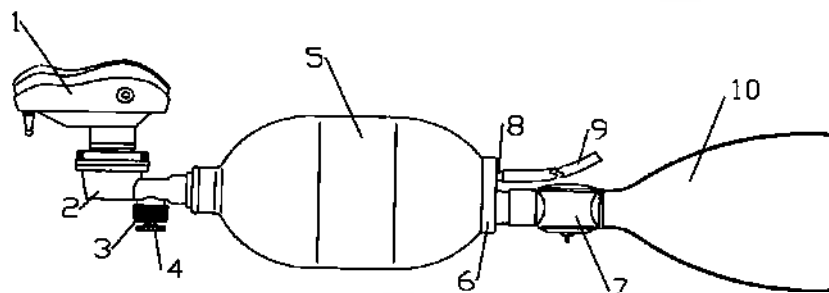

Рис. 1
6.1. Комплекты дыхательные для ручной ИВЛ имеют аналогичную конструкцию, отличаясь объёмами дыхательных и резервных мешков, размерами масок, в зависимости от предполагаемого возраста пациента. Комплект дыхательный для ручной ИВЛ однократного применения соответствует международным и отечественным стандартам и представляет из себя (см. рис. 1) саморасправляющийся мешок дыхательный из ПВХ (5) с впускным клапаном (6) и клапаном пациента (2), на патрубок которого крепится лицевая маска (1). Все лицевые маски разработаны с учетом разных возрастов пациентов и анатомических особенностей, выполнены из прозрачного ПВХ, что дает дополнительную возможность видеть изменение цвета губ пациентов во время проведения реанимационных мероприятий.
8.4. Соберите комплект, как показано на рис. 1, и проверьте его работоспособность, в соответствии с п. 9.